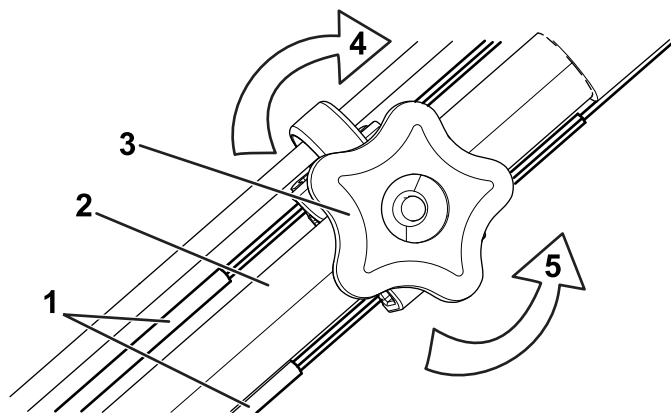

Figura 29
1. Ruotate la manopola di regolazione in senso antiorario per allentare la regolazione del cavo (Figura 29).
2. Regolate la tensione sui cavi (Figura 29) tirandoli entrambi indietro o spingendoli avanti e quindi tenendoli in quella posizione, mantenendo pari lunghezze.